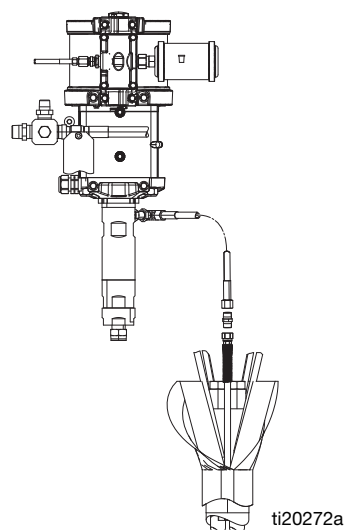

FIG. 20: Anslutning för spolpump
2. Anslut den korta lila spolslangen från spolpumpen till 1/4 npsm-slangen i paketet. Använd den 1/4 tum nippel som medföljer slangpaketet för att ansluta slangarna. Se FIG. 20.